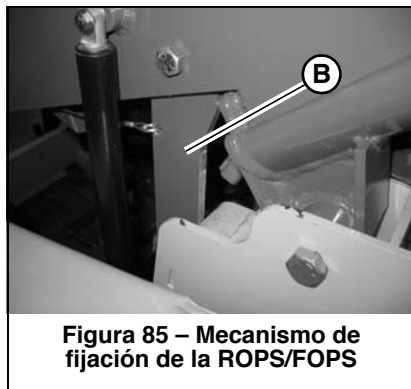

Figura 85 – Mecanismo de fijación de la ROPS/FOPS
3. Incline la ROPS/FOPS hacia arriba y hacia atrás, quitando del paso las palancas de control. Incline la ROPS/FOPS hacia atrás lentamente hasta que el mecanismo de bloqueo (B, Figura 85) fije la ROPS/FOPS en posición elevada.